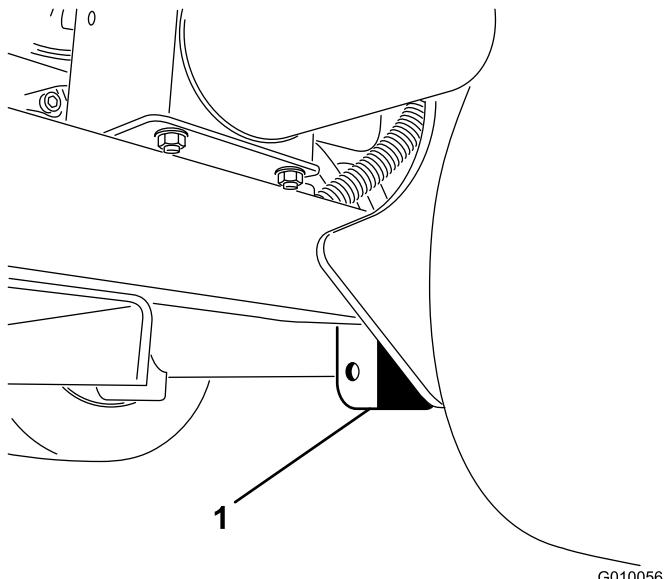

Figura 42
2. Coloque el gato firmemente debajo de la placa del bastidor, justo por dentro de la rueda trasera (Figura 42).